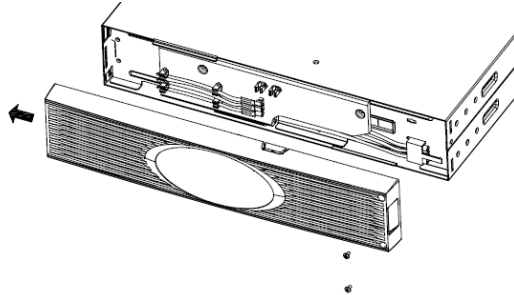

Abbildung 7: Entfernen der Frontblende vom Batteriepaket
3. Entfernen Sie die Frontblende von jedem einzelnen Batteriepaket (siehe Abbildung 7).
4. Entfernen Sie bei dem unteren (oder einzigen) Batteriepaket den Kabelauswurf nur an der Oberseite der Frontblende. In Abbildung 7 wird die Lage des oberen Kabelauswurfs dargestellt.
5. Falls Sie mehr als ein Batteriepaket installieren, müssen bei jedem Batteriepaket jeweils die oberen und unteren Kabelauswürfe entfernt werden. In Abbildung 7 wird die jeweilige Lage der Kabelauswürfe dargestellt.